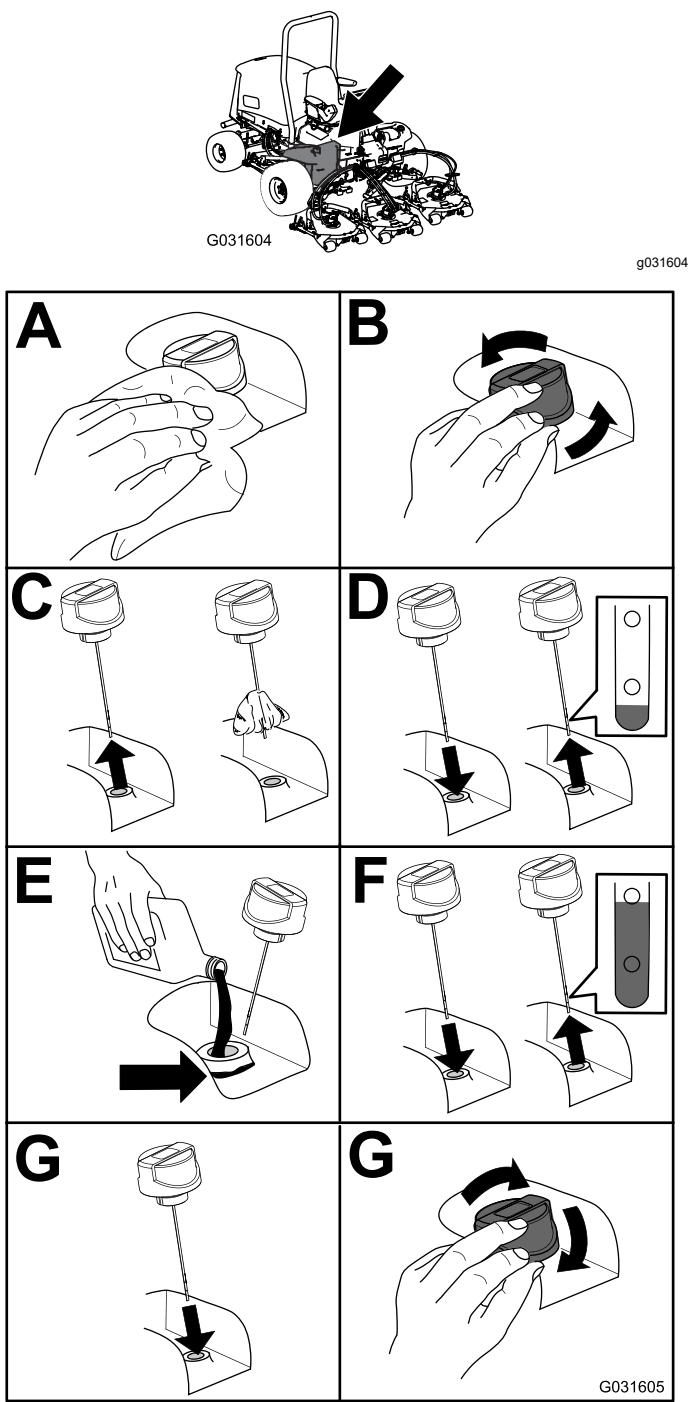

Figure 91
2. Contrôlez le niveau de liquide hydraulique (Figure 91).
5. Remplissez le réservoir de liquide hydraulique (Figure 91).